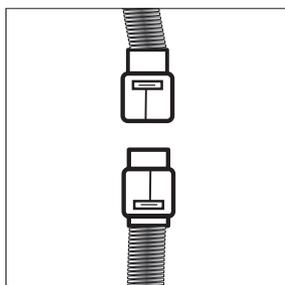

Рис. 37
- Соедините провод от двигателя с проводом от панели управления при помощи влагозащищенного разъема (Рис. 37).